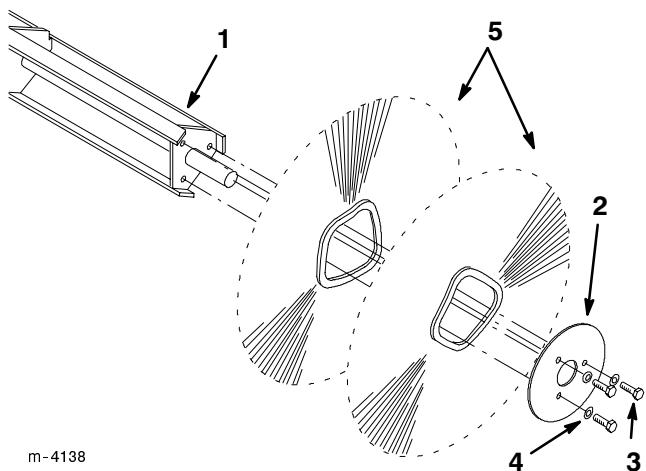

Abbildung 22
5. Die drei Schrauben und Unterlegscheiben entfernen, mit denen die Achsenplatte an der Achse befestigt ist, und die Platte abnehmen (Abb. 22).
6. Die Bürsten von der Achse herunterschieben (Abb. 22).
7. Eine neue Bürste so auf die Achse schieben, daß die Justierstifte der Bürste über die **untere** Stange der Achse kommen (Abb. 22).
8. Die nächste Bürste 180° von Seite zu Seite und von oben nach unten drehen und so auf die Achse schieben, daß die Justierstifte der Bürste über die **obere** Stange der Achse kommen (Abb. 22).